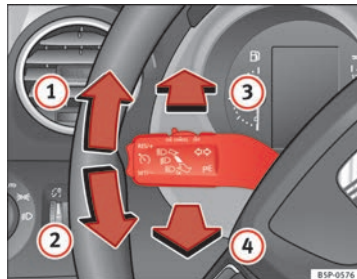

Fig. 77 Leva degli indicatori di direzione e degli abbaglianti
- Spingere la leva verso l'alto (fino al riscontro) ⇒ fig. 77 ① se si vuole mettere la freccia **a destra**; verso il basso ② invece, per mettere la freccia **a sinistra**.
- Se sono attivati gli anabbaglianti, spostare la leva in avanti ⇒ fig. 77 ③ per accendere gli abbaglianti.
- Spostare la leva verso il volante ⇒ fig. 77 ④ per spegnere gli abbaglianti.